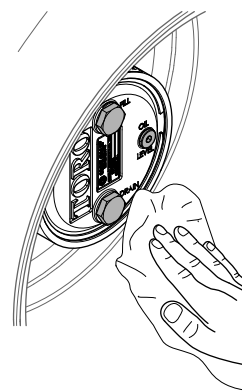

Figura 77
3. tergei carcasele mecanismului planetar i frânei (Figura 77).